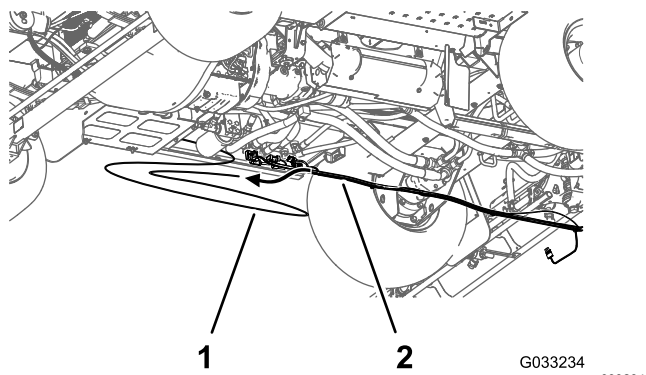

Figura 29
8. Retire o tubo sensor de pressão do indicador no painel da cablagem traseira da máquina (Figura 29).